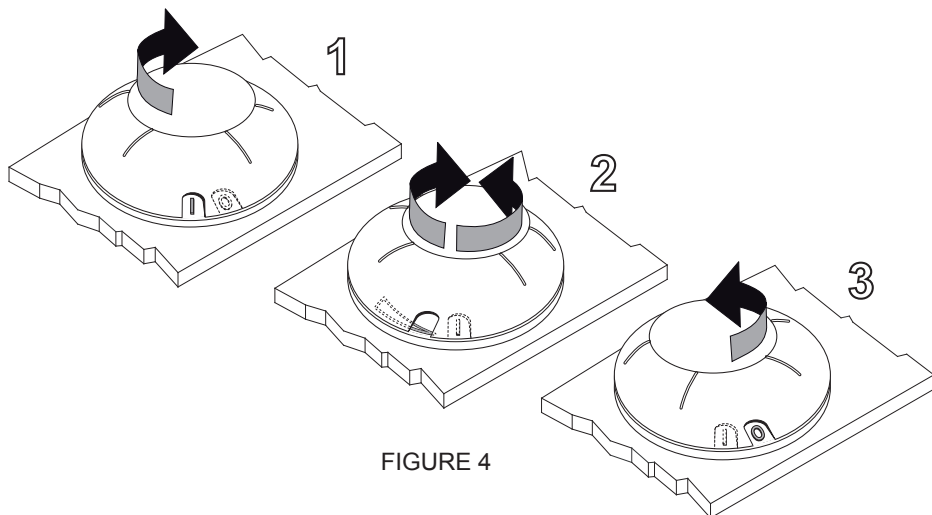

FIGURE 4
- En déplaçant la bague externe du symbole "0" au "1" (ref 1 fig 4) l'hydromassage se met en fonction.
- Régler les flux d'air en agissant sur la bague externe (ref 2 fig 4) en tournant en sens oraire ou antioraire sur le symbole "▲".
- Pour arrêter le système, tourner la baghe sur le symbole "0" (ref 3 fig 4).